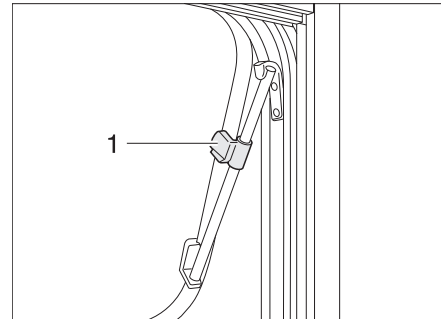

Bild 33 Ausstellfenster mit Dreh-Ausstellern, geöffnet
- Ausstellfenster bis zur gewünschten Stellung öffnen und mit Rändelknopf (Bild 33,1) feststellen.
- Rändelknopf (Bild 33,1) drehen, bis Arretierung freigegeben wird.